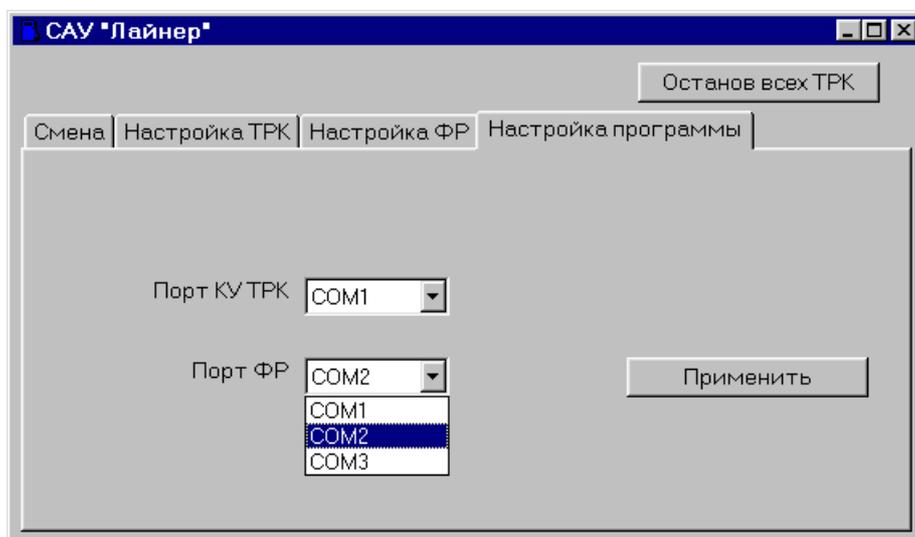

Рис. 5.3. Вид экрана настройки программы. Изменение номера порта ФР.
5.3.1. Настройка программы требуется при первом запуске и при изменении конфигурации в том случае, если КУ ТРК и ФР подключены к последовательным портам, отличным от используемых по умолчанию. Вид экрана приведен на рис. 5.3.